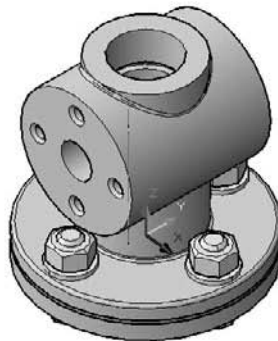

Рис. 12.31. Модель болтового соединения
8. В итоге получим законченное болтовое соединение сборки (рис. 12.31).